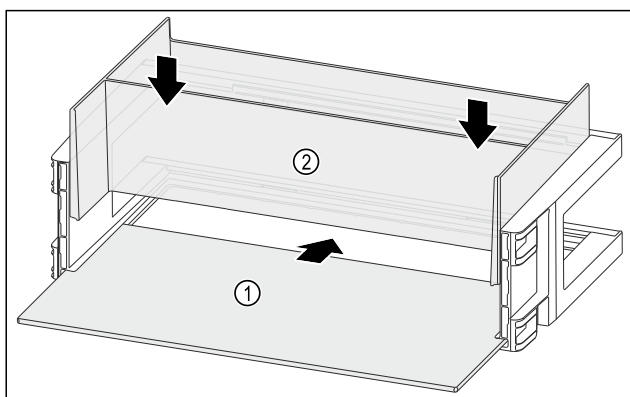

Fig. 125
- Вкарайте рафта Fig. 125 (1) в страничните прорези.
- Поставете органайзера Fig. 125 (2).